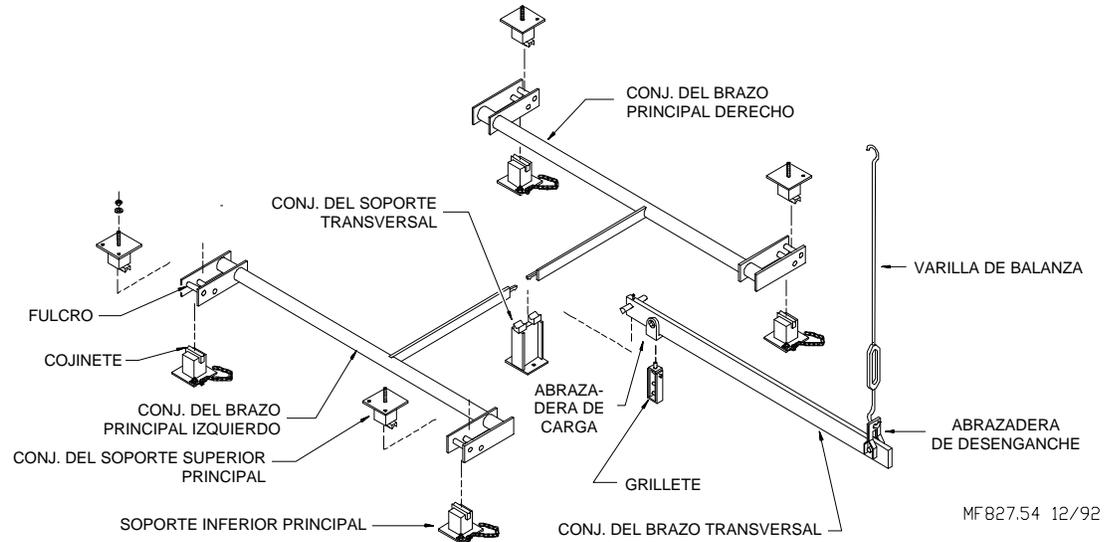

Figura 60.
9. Enganchar la varilla de balanza a la abrazadera de desenganche del brazo transversal y conectar el otro extremo de la varilla al conjunto de abrazadera en el astil. Ajustar el grillete para que el brazo transversal quede nivelado. Ver la **Figura 60**.